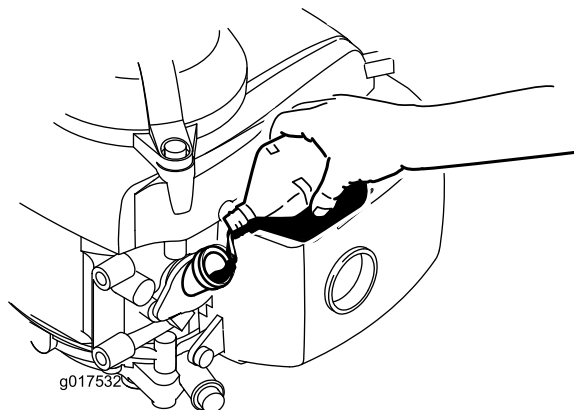

Figura 6
3. Versate **lentamente** dell'olio nel foro di riempimento, attendete 3 minuti poi controllatene il livello con l'apposita asta: dopo averla pulita, inseritela **fino a posizionarne il tappo sul foro di riempimento**, ma senza avvitare (Figura 6).